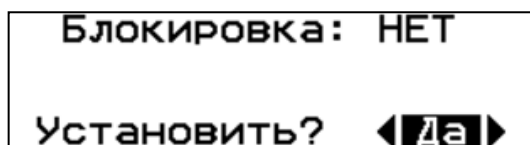
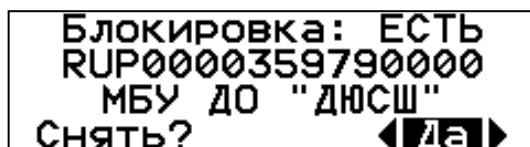

Рисунок 2.14 - Установка блокировки.
Рисунок 2.15 - Информация о блокировке и разблокирование.
- возможность установить (см. Рисунок 2.14) или снять (см. Рисунок 2.15) блокировку.